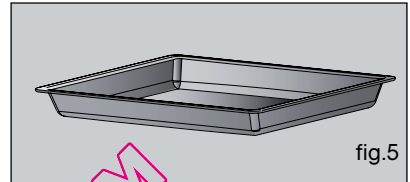

fig.5
• **Plat multi usages 45 mm (fig.5)**
- Clippez votre dernière glace en plaçant l'indication "P.Y.R.O.L.Y.S.E" vers vous (fig.5).